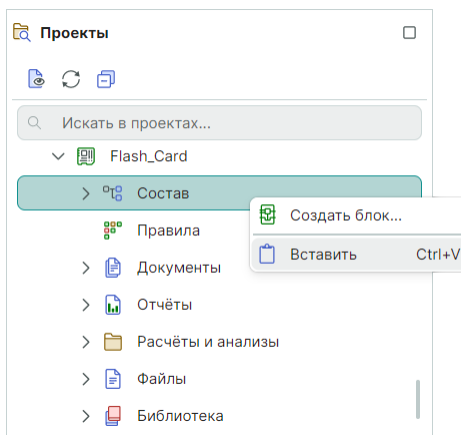

Рис. 251 Вставка блока в другой проект
1. Выберите другой проект в дереве проектов «Проекты» → «Состав», вставьте блок из буфера, см. Рис. 251.